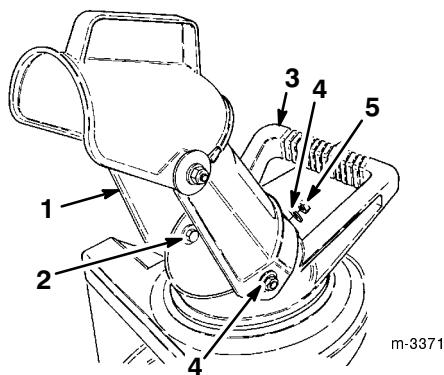

Figure 5
- Engagez les trous de l'éjecteur sur les boulons à tête hexagonale de chaque côté de la poignée de l'éjecteur (Fig. 5).
- Fixez l'éjecteur sur les boulons à tête hexagonale au moyen de deux rondelles et de deux contre-écrous (Fig. 5).
- Vissez fermement le contre-écrou et la rondelle sur la vis à l'arrière de l'éjecteur (Fig. 5).